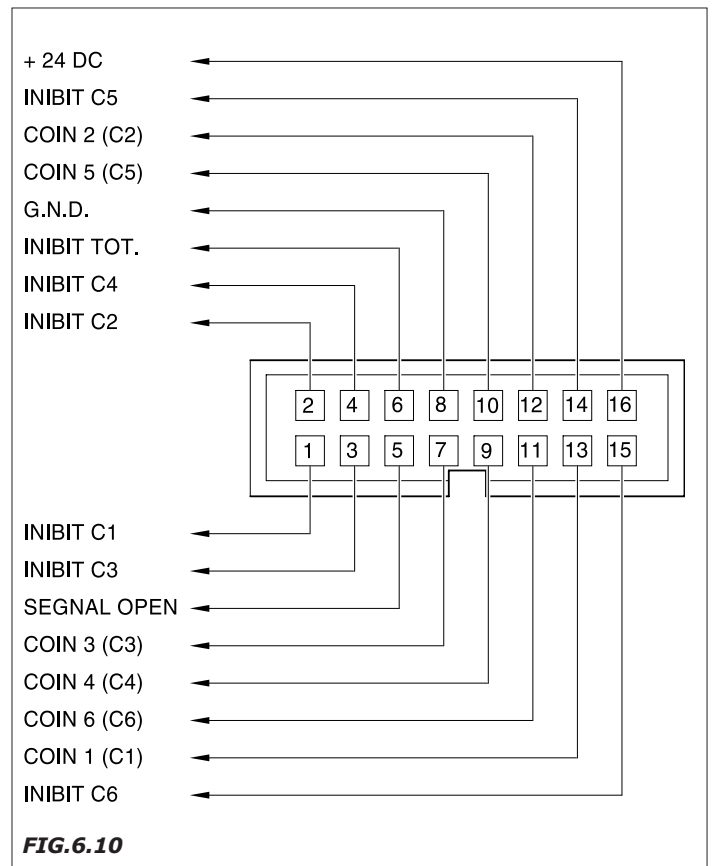

FIG. 6.10
6.6.2 Conexión VALIDADORA 24V (Fig. 6.10)